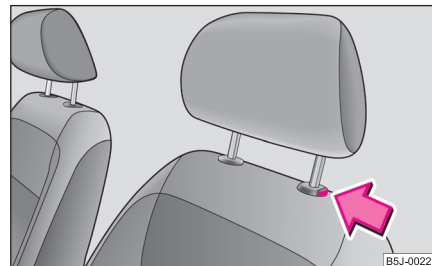

Fig. 47 Scoaterea tetierei
- Dacă doriți să împingeți tetiera în jos, trebuie să apăsați tasta de siguranță ⇒ fig. 47 și cu cealaltă mână să apăsați tetiera în jos. ►
- Apăsați tasta de siguranță în sensul săgeții ⇒ pagina 55, fig. 47 și scoateți tetiera.